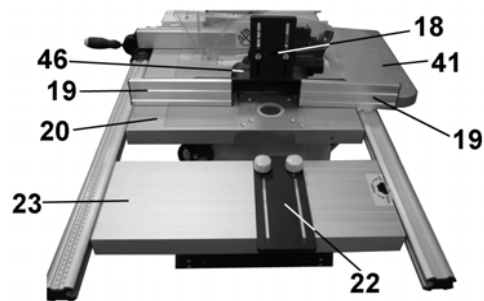

Рис.16
8.5.3. На удлинителе стола (23) установите и закрепите прижимную планку (22), Рис. 16.